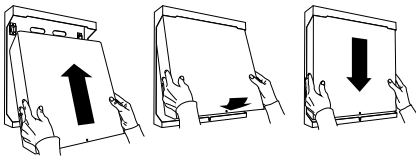

Figure 18 Fermeture de l'EXP-PSU.
- Mise en place du couvercle (voir fig 18).